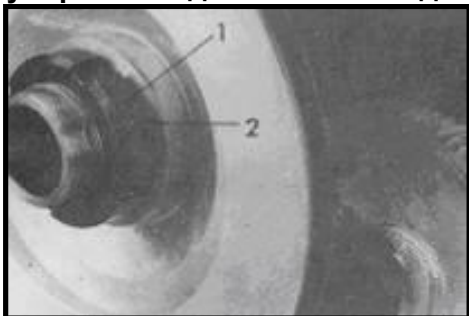

Рис.27
Освободите резьбовой штифт (1, Рис.27). Осторожно вытащите гайку с канавкой (2), используя специальный ключ. Шпиндель должен свободно проворачиваться, слишком сильное натяжение может повредить подшипник. Снова зажмите резьбовой штифт.